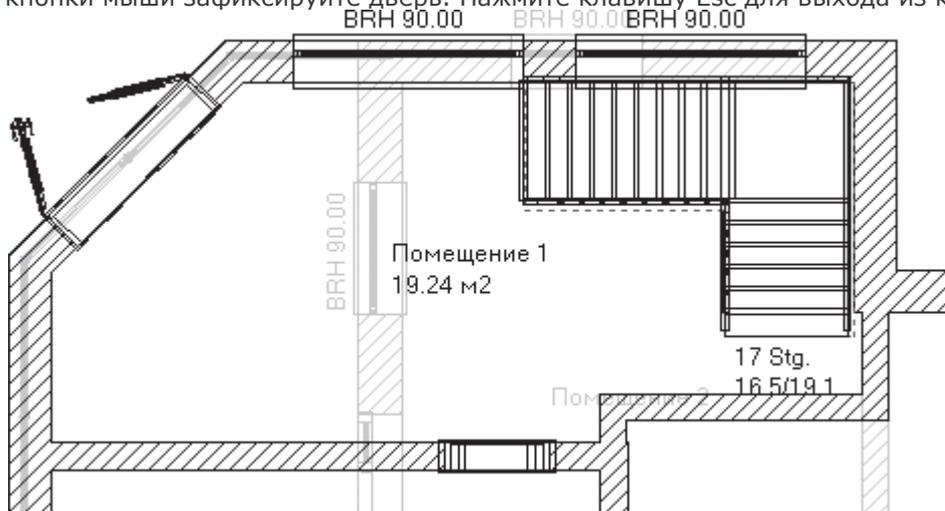

Рис. 4.20. Изменения в плане после добавления лестницы и перемещения двери, соединяющей комнаты
3. Чтобы вход в лестницу не мешал проходу между комнатами Помещение 1 и Помещение 5, удалите дверной проем, соединяющий эти две комнаты, и создайте такой же между комнатами Помещение 1 и Помещение 6 (рис. 4.20). Для создания точно такого же арочного проема вы можете воспользоваться командой для построения из группы кнопок для построения дверей, однако более просто и более правильно будет просто скопировать этот проем с любой другой внутренней стены первого этажа. Для этого выделите дверь-проем на одной из стен, в результате чего он должен подсветиться красным, после чего нажмите сочетание клавиш Ctrl+C. Далее воспользуйтесь сочетанием клавиш Ctrl+V, чтобы запустить команду построения скопированной двери. Подведите указатель к стене между комнатами Помещение 1 и Помещение 6 и щелчком кнопки мыши зафиксируйте дверь. Нажмите клавишу Esc для выхода из команды построения арочного прохода.